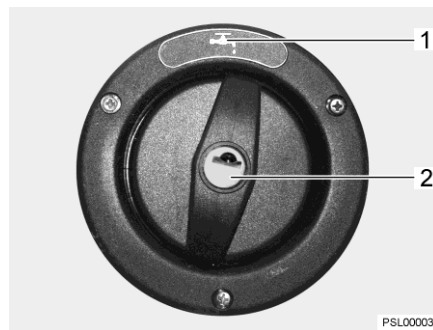
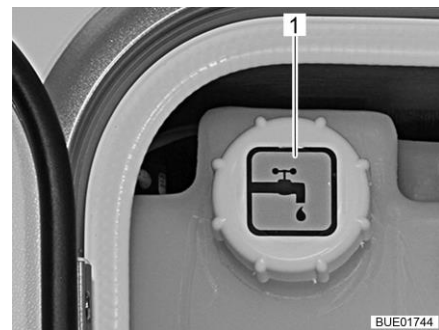

Fig. 271 Tubo de llenado de agua potable en la pared lateral del vehículo
Fig. 272 Tubo de llenado de agua potable en la unidad de servicio (alternativa)
El tubo de llenado de agua potable está marcado con el símbolo "☞" (Fig. 271,1 ó Fig. 272,1) y está instalado o bien en la pared lateral del vehículo o en la unidad de servicio.
- Introducir la llave en el cilindro de cierre (Fig. 271,2) y girarla un cuarto de vuelta en sentido contrario a las agujas del reloj.